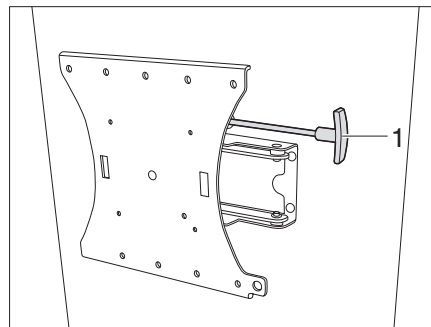

Fig. 138 Supporto con braccio snodato (variante 2)
- Tirare la leva (Fig. 138,1) per sbloccare lo schermo piatto dall'arresto.
- Reinserire la leva (Fig. 138,1) di arresto.